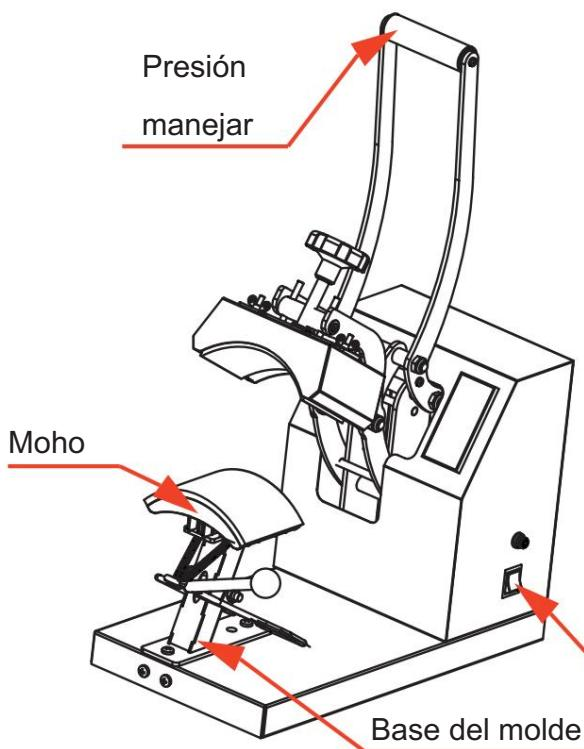
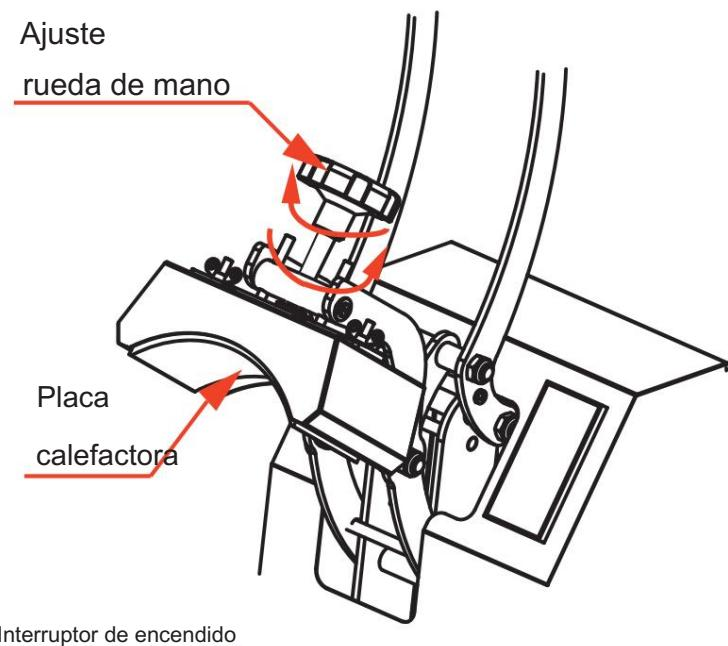

Figura 1
Figura 2
1. Retire el paquete y las ataduras de cables, levante la manija de presión, como se muestra en la Figura 1. Gire la “rueda manual de ajuste” a una posición de presión adecuada, como se muestra en la Figura 2.
2. Conecte la máquina a la fuente de alimentación, encienda el “interruptor de encendido”, como se muestra en la Figura 1. (Voltaje nominal: V, potencia nominal: W)